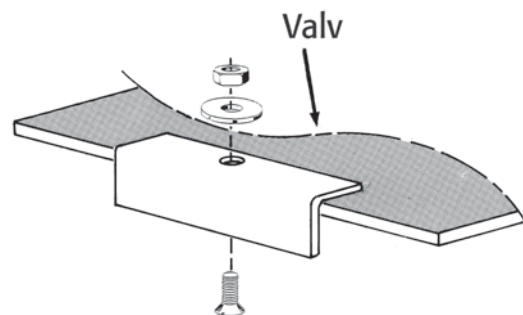

Bild 3: Montering av vedbegränsare. Monteras i framkant av valvet (rökvändarplattan) med vinkeln nedåt enligt bild.
9. Slutligen sätter du tillbaka inredningen i kaminen, vedbegränsaren (Bild 3), skruvar dit handtagen (Bild 5) och häktar på dörren.